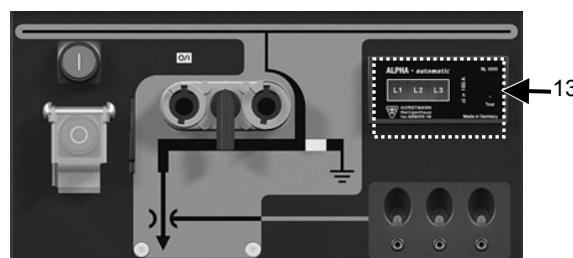

Рисунок 4-18: Индикатор перегрузок по току
Индикатор перегрузок по току (13), см. Рисунок 4-18 активируется при токовой перегрузке. Дополнительную информацию см. в Приложении 5.